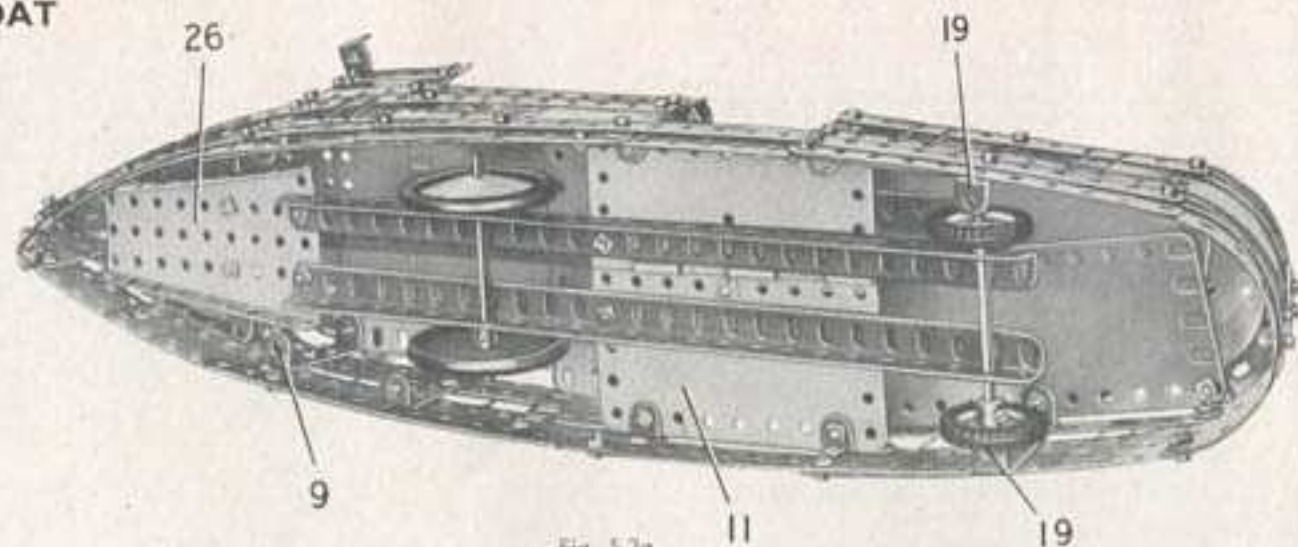

Fig. 5.2a
Chaque côté de la coque est formé par une plaque flexible triangulaire de 6×4 cm. (1), une plaque flexible de 6×4 cm. (2), une de 14×4 cm. (3), une de 6×4 cm. (4), une de 6×6 cm. (5) et une de 14×4 cm. (6). Ces plaques sont renforcées par un longeron (7) constitué de deux bandes de 25 trous qui se recouvrent sur 11 trous; elles sont également reliées à une bande de 25 trous (8). Deux bandes coudées de 60×12 mm. (9) sont boulonnées de chaque côté. De chaque côté également une bande est boulonnée dans le trou central de la bande de 5 trous verticale (20). Les côtés sont réunis à l'avant par une équerre et par un boulon de 9,5 mm. (10). Une plaque à charnière (11) est démontée et les deux moitiés sont boulonnées sur les rebords inférieurs de deux des bandes coudées (9). Leurs extrémités arrière sont fixées sur les côtés de la coque par des équerres (fig. 5.2a). L'arrière du bateau est constitué par deux plaques cintrées de 43 mm. de rayon. Ces plaques sont boulonnées sur les bords des plaques flexibles (6) et sur une bande cintrée à glissière qui prolonge chacune des bandes (7).